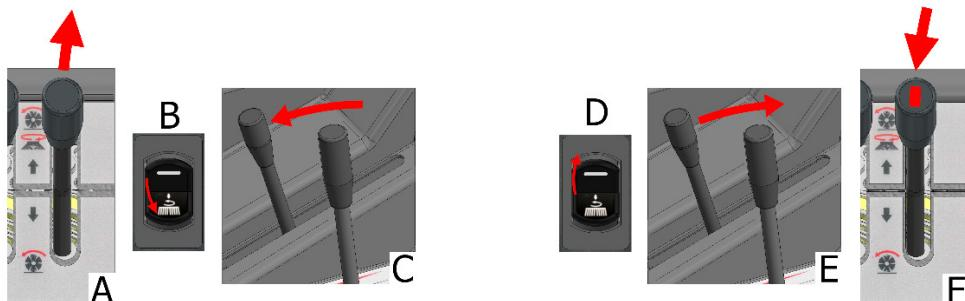

Figura 34
- Agire sulla leva del selettore movimento spazzole (**Part. 7 Figura 12**) portandola a configurazione combinata (tutte le spazzole attivate, leva su) come mostrato in Figura 34, pos. A.
- Inserire la spazzola laterale agendo sull'interruttore spazzola laterale (**Part. 10 Figura 12**) come mostrato in Figura 34, pos. B. La spazzola si abbassa sulla superficie.
- Eventualmente, regolare la velocità di rotazione attraverso la leva di regolazione (**Part. 11 Figura 12**) spostandola in giù per aumentarla e in su per diminuirla (Figura 34, pos. C).
- Disinserire la spazzola laterale agendo sul selettore di azione spazzola laterale (**Part. 10 Figura 12**) come mostrato in Figura 34, pos. D. La spazzola si alza.
- Eventualmente, diminuire la velocità di rotazione attraverso la leva di regolazione (**Part. 11 Figura 12**) spostandola in su (Figura 34, pos. E).
- Agire sulla leva del selettore movimento spazzole (**Part. 7 Figura 12**) portandola in posizione mediana (tutte le spazzole disattivate) come mostrato in Figura 34, pos. F.